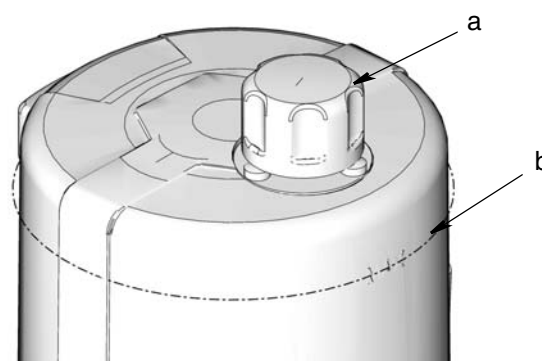

Рис. 25
- Не допускайте переполнения (Рис. 25).